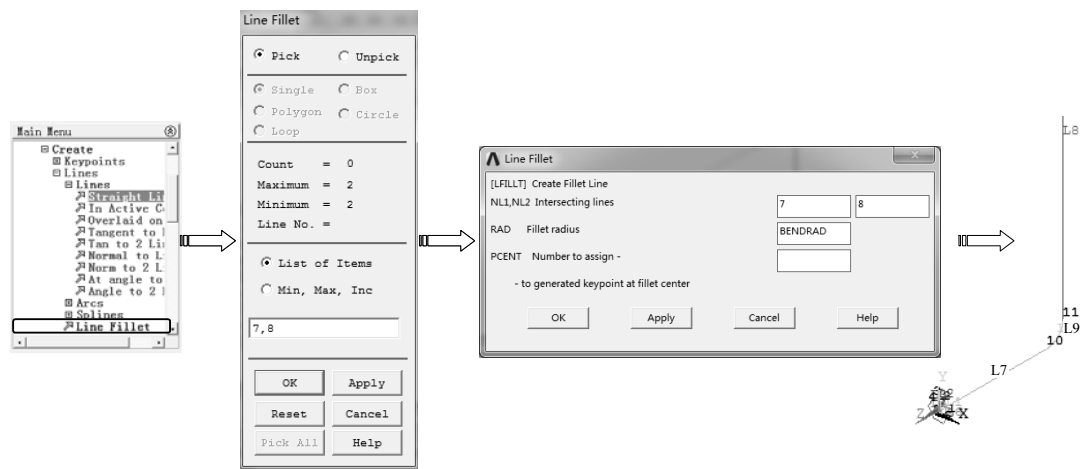

图 6-56 创建圆角
7) 选择“Main Menu> Preprocessor>Modeling>Create>Lines>Line Fillet”命令，弹出“Line Fillet”对话框，在图形区选择线 L7 和 L8，或者直接输入编号“7, 8”绘制直线 L9，单击“OK”按钮，弹出“Line Fillet”对话框，输入半径 BENDRAD，然后单击“OK”按钮创建圆角，如图 6-56 所示。